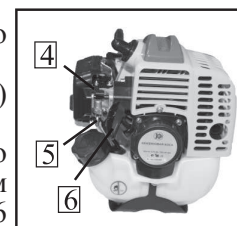

рис.9
б) 5-7 раз нажмите на кнопку насоса ручной подкачки топлива 5 (рис.9). Если топливо не заполнило колпачок, надавите на кнопку насоса ещё несколько раз;
в) Переведите рычаг воздушной заслонки 4 (рис.9) вверх в положение “Полностью закрыта”;
г) Несколько раз (обычно 2-3) сначала плавно (выбирая свободный ход шнура стартера), а затем энергично потяните шнур стартера за рукоятку 6 (рис.9) до тех пор, пока не убедитесь, что двигатель запустился;
е) Переведите рычаг воздушной заслонки 4 (рис.9) вниз в положение “Полностью открыта”.
7.1.3 Запуск “горячего двигателя”. При запуске прогретого двигателя нет необходимости полностью закрывать воздушную заслонку. Перед запуском прогретого двигателя установите рычаг воздушной заслонки 4 (рис.9) в положение “Частично закрыта” - среднее положение между “Полностью закрыта” и “Полностью открыта”. Далее запускайте двигатель как указано в п.7.1.2 (г-е).
б) выньте шпульку 2, пружину 3 шайбу из корпуса катушки (шпульки) 4 (рис. 9);